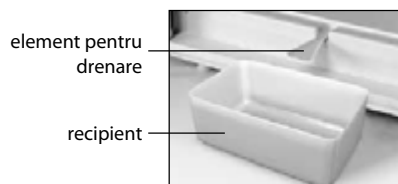

Figura 5 – Schema scurgerii apei rezultate în urma topirii din CF
– să instalați în conformitate cu figura 5 elementul de masă plastică